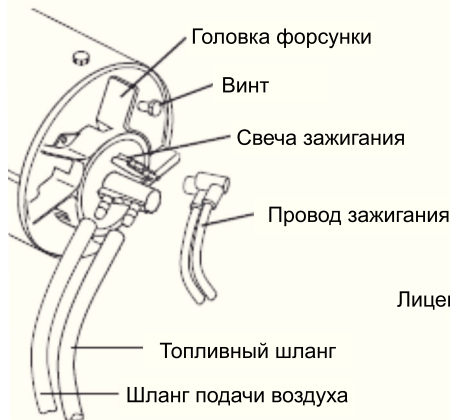

Рис. 15
3. Отсоедините топливопровод от горелки (рис. 15);